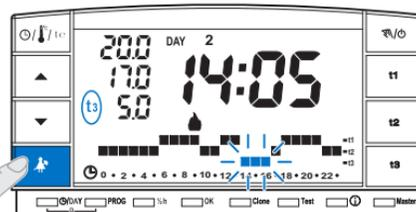

Abb. 48
- Lediglich während des Betriebs eines der Programme (P 01 + P 03), kann durch Betätigen der Taste "⏸" die angeschlossene Anlage für 3 Stunden ausgeschaltet werden. Während dieser Zeit stellt sich die Raumthermostatuhr auf die **Abwesenheitstemperatur t3**. Das Einschalten dieser Funktion wird in t3 auf der 24h-Skala durch drei Digits angezeigt, die auf der 3-Stunden-Angabe blinken, beginnend bei der aktuellen Uhrzeit (Beispiel in Abb. 48).